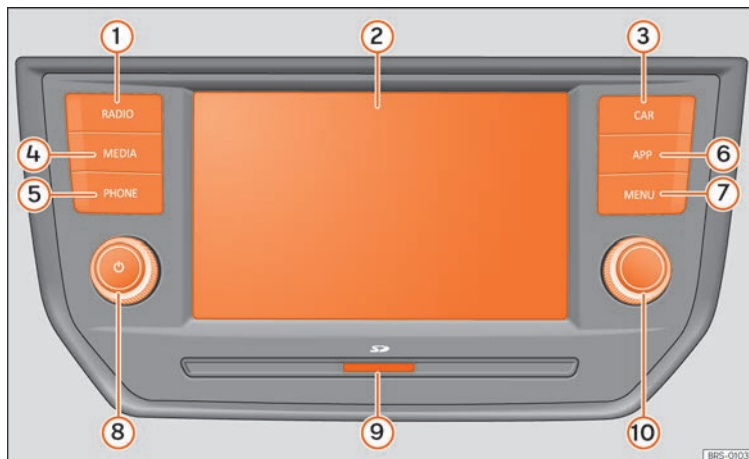
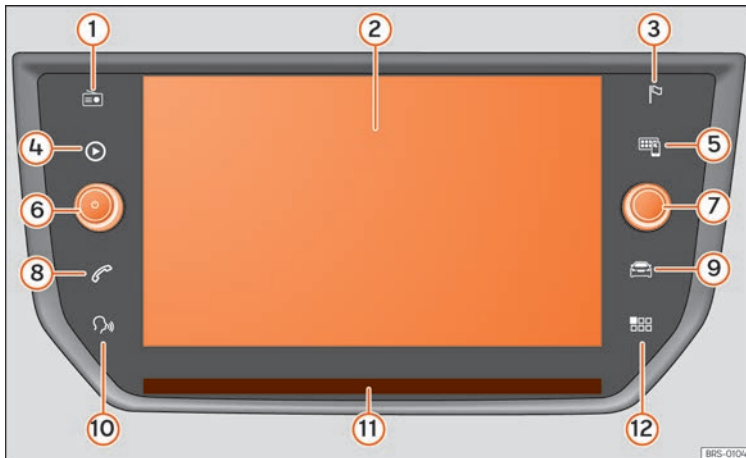

Abb. 172 Übersicht der Bedienelemente (diese Konfiguration hängt von der jeweiligen Version ab).
Abb. 173 Übersicht der Bedienelemente (diese Konfiguration hängt von der jeweiligen Version ab).
- »» **Abb. 172 (7)**, oder die Taste **☰**
- »» **Abb. 173 (12)**, um die Menü-Übersicht zu öffnen.
Um das Infotainment-System manuell ein- oder auszuschalten, *drücken* Sie kurz auf den Dreh- und Druckknopf **⊖** »» **Abb. 172 (8)**, »» **Abb. 173 (6)**.
Die Listeneinträge können durch direkten Druck am Bildschirm oder mit dem Einstellknopf aktiviert werden » **Abb. 172** (10), » **Abb. 173** (7).